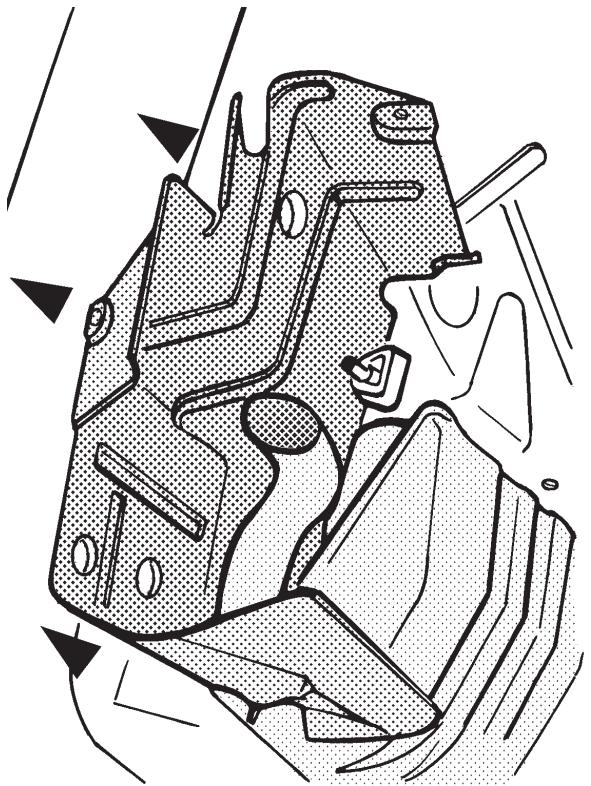
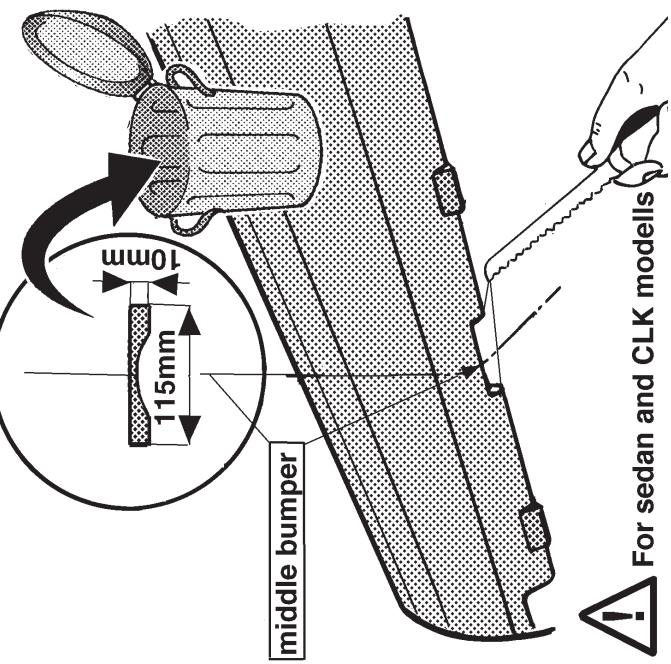
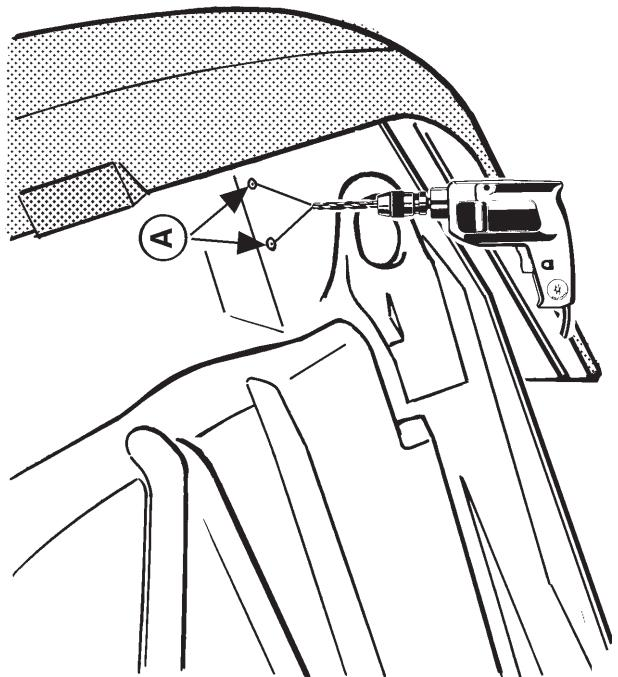
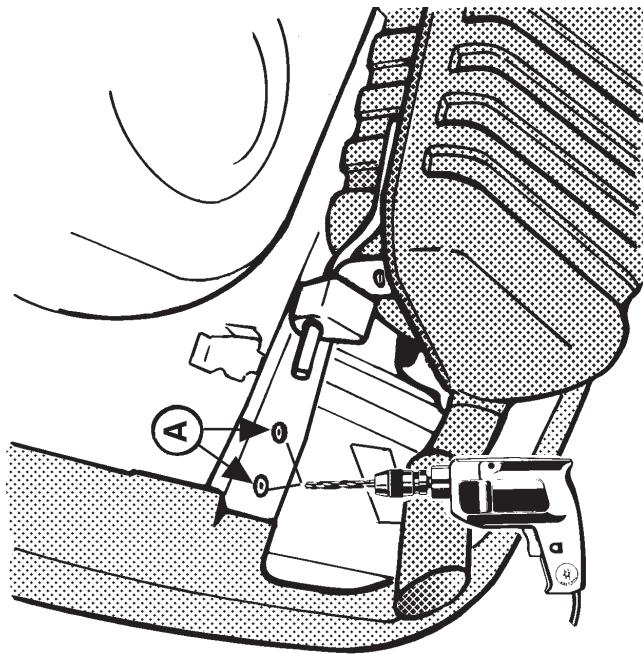

Fig 1
Fig 2
Fig 3
Fig 4
Die hintere Auspuffaufhängung und das Hitzeschild, wie in Fig.1 angegeben, entfernen. (Nur bei den vierürigen Limousine-Modellen): Einen Teil gemäß Fig. 2 an der Unterseite der Stoßstange heraussägen. An den Anlegeflächen zwischen Kupplungskugel mit Halterung und Karosserie den vorhandenen Kitt entfernen. Laut Fig.3 und 4 werden nun die Einkerbungen sichtbar, die mit den Punkten A angegeben sind.
1. Ouvrir le coffre arrière et dégager le fond. Enlever le cric et le porte-cric. Enlever la roue de secours et la batterie. Sur les modèles break, il faudra déposer les parties en plastique situées à gauche et à droite du coffre afin de pouvoir positionner les contre-pièces. Enlever le dernier silencieux d'échappement et le bouclier thermique comme indiqué sur la fig.1. Scier (sur les modèles berline seulement !) une partie du dessous du pare-chocs conformément à la fig.2. Enlever le mastic présent sur les surfaces de contact de l'attache-remorque avec la carrosserie. Conformément aux fig.3 et 4, les encoches indiquées par les points A devront à présent être visibles.
1. Öppna bagageutrymmet och vik tillbaka beklädnaden på bagageutrymmets golv. Avlägsna domkraften inklusive hållare. Avlägsna reservhjulet och batteriet. Vid wagon-modellerna måste plastdelarna till höger och vänster i bagageutrymmet avlägsnas för att kunna placera motbrickorna. Avlägsna avgasrörets bakersta dämpare och värmeskölden som anges i figur 1. Såga (endast vid sedan-modellerna) ut en del ur kofångarens undersida enligt fig. 2. Avlägsna kittet som finns vid kontakttyorna mellan dragstången och karosseriet. Sedan syns små inbucklingar enligt figur 3 och figur 4. Dessa anges med punkterna A.
1. Åbn bagsmækken og ryd bunden i bagagerummet. Fjern donkraften samt dens holder. Fjern reservehjulet og batteriet. På stationcar-modellerne fjernes kunststofdelene i den venstre og højre side af bagagerummet, så spændpladerne kan anbringes. Fjern det yderste udstødningsophæng og varmeskjoldet som vist i fig.1. Sav (kun på sedan-modellerne!) ifølge fig.2 et stykke ud på undersiden af kofangeren. Fjern kittet ved anhængertrækretsens berøringsflader med karosseriet. Nu kommer fordybningerne til syne, som i fig.3 og fig.4 er angivet med punkterne A.
Retirar el último amortiguador del tubo de escape así como el escudo térmico, como indica la fig.1. Serrar (¡únicamente en los modelos sedán!) una parte del lado inferior del parachoques de acuerdo con la fig. 2. Retirar la cola existente a la altura de las superficies de contacto del gancho de remolque con la carrocería. En este momento quedarán visibles las depresiones indicadas por los puntos A, de acuerdo a las figuras 3 y 4.